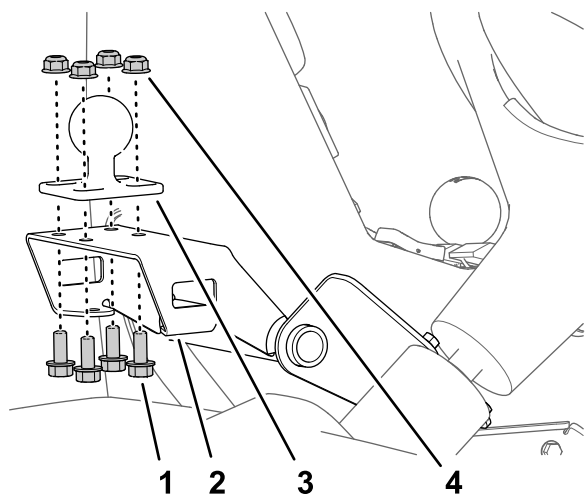

Figura 164
1. Monte a montagem da rótula no suporte da montagem do monitor (Figura 164) com os quatro parafusos de cabeça flangeada (5/16 x 3/4 pol.) e as quatro porcas de bloqueio flangeadas (5/16 pol.).